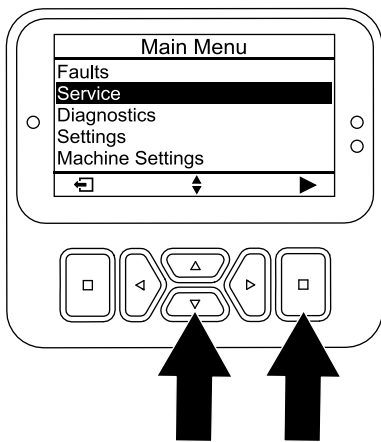

Bild 166
5. Drücken Sie die Taste „nach unten“, bis die Option SERVICE ausgewählt ist, und drücken Sie dann die Auswahl Taste (Bild 166).